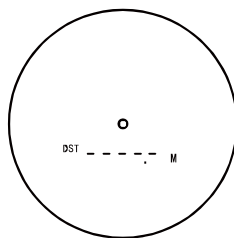

Рисунок 1
- Нажимайте кнопку ВКЛЮЧЕНИЯ/ИЗМЕРЕНИЯ для включения или выключения прибора. По умолчанию дальномер начинает работу с режима измерения расстояния (рис. 1).